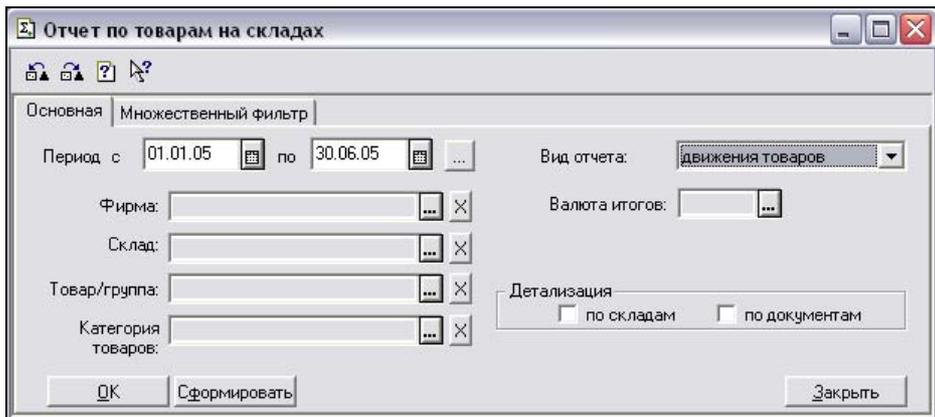
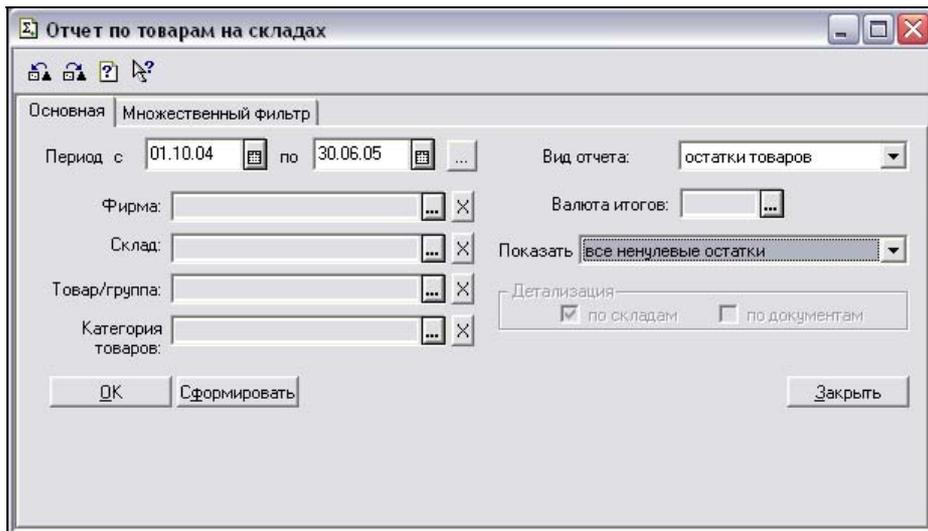

Рис. 4.1. Окно Отчет по товарам на складах. Закладка Основная
Рис. 4.2. Окно Отчет по товарам на складах. Вид отчета — остатки товаров
Эту информацию можно получить, используя группу отчетов **Отчет по товарам на складе** (рис. 4.1). Местонахождение отчета: **Главное меню/Отчеты/Остатки товаров**.
- **Вид отчета.** Очень важный элемент отчета, позволяет выбрать, что, собственно, будет рассчитываться. Будут ли это остатки товаров, остатки с себестоимостью, движение или что-нибудь другое. На рис. 4.1 было выбрано движение товаров, на рис. 4.2 можно увидеть внешний вид формы отчета при выборе пункта **Остатки товаров**.